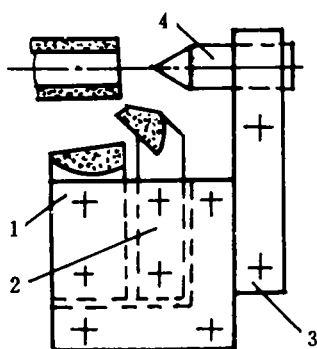

图3 刀杆夹块Ⅱ
(4) 加工一批后可更换刀杆夹块Ⅱ(图3)加工左端,最好把刀杆夹块Ⅱ安装在另一台上,两台配套各加工一端,减少对刀和调整时间,效果更理想。
(5) 左端加工程序如下(图3):先横进刀,利用刀杆Ⅰ2和刀杆Ⅲ1平端面,落够  $64_{-0.2}^0\text{mm}$  总长,并车出  $\phi 14\text{mm} \times 8\text{mm}$  锥度。退回后再纵进刀利用钻头钻出  $1.5\text{mm} \times 30^\circ$  内倒角。